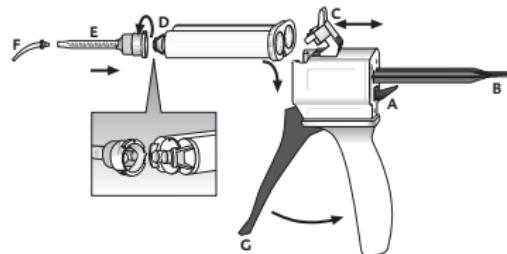

Fig. 1
1. Tryk armen [fig. 1, pos. A] på bagsiden af Automix-Dispenser opefter, og træk skyde-reten [fig. 1, pos. B] helt tilbage.
2. Vip plastlåsen [fig. 1 pos. C] opefter, sæt magasinet i, og stop den med plastlåsen [fig. 1, pos. C].
1. Træk magasinkappen [fig. 1, pos D] eller den brugte blandekanyle af, og kassér den efter at have drejet den 90° i retning mod uret.
2. Sæt en ny blandekanyle [fig. 1, pos. E] på.
4. Sæt Intraoral-Tip [fig. 1, pos. F] på.
- ▶ Bland materialet ved at aktivere armen [fig. 1, pos. G] på Automix-Dispenser i blandekanylen, og påfør det direkte.
1. Tryk armen [fig. 1, pos. A] på bagsiden af Automix-Dispenser opefter, og træk skyderen [fig. 1, pos. B] helt tilbage.
2. Vip plastlåsen [fig. 1, pos. C] opefter, og tag magasinet af.